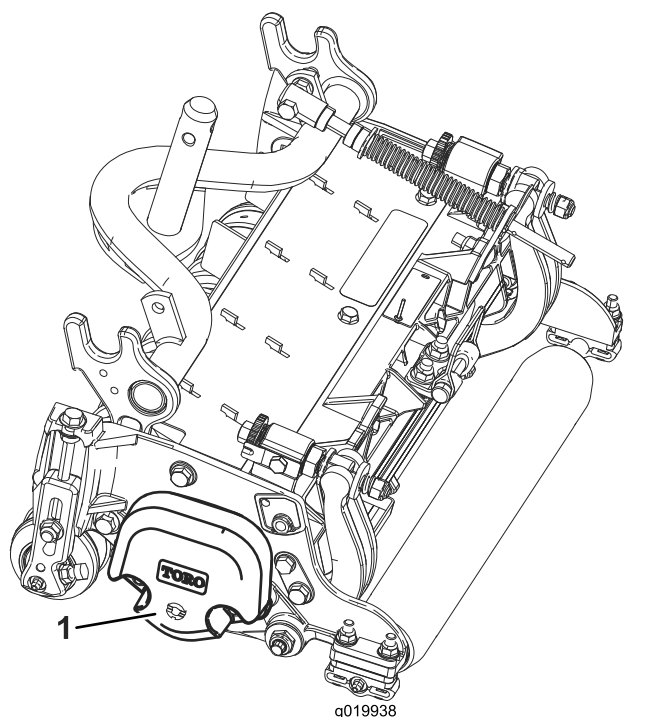

図 3
4. カウンタウェイト **図 3** を、決められている側に取り付けるカッティングユニットのオペレーターズマニュアルを参照。